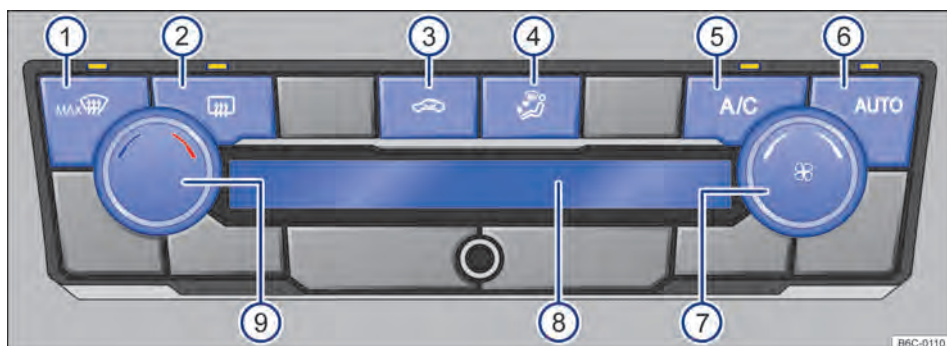

Fig. 85 Comandos do Climatronic.
- *Climatronic*: girar o regulador do ventilador para a esquerda até o batente → Fig. 85 .
Com o botão  → Fig. 85  é possível ligar o modo automático do Climatronic.
mático se desliga quando a ventilação é alterada manualmente ou com a alteração da distribuição de ar através do botão → Fig. 85  pressionar.
- *Climatronic*: girar o regulador rotativo esquerdo → Fig. 85 .
No display do Climatronic → Fig. 85  é indicada a temperatura ajustada. ▶
- *Climatronic*: girar o regulador do ventilador → Fig. 85 (7).
- *Climatronic*: pressionar o botão → Fig. 85 (4) para posição desejada, a distribuição selecionada será indicada no display (8).
- *Climatronic*: pressionar o botão  → Fig. 85 (1).